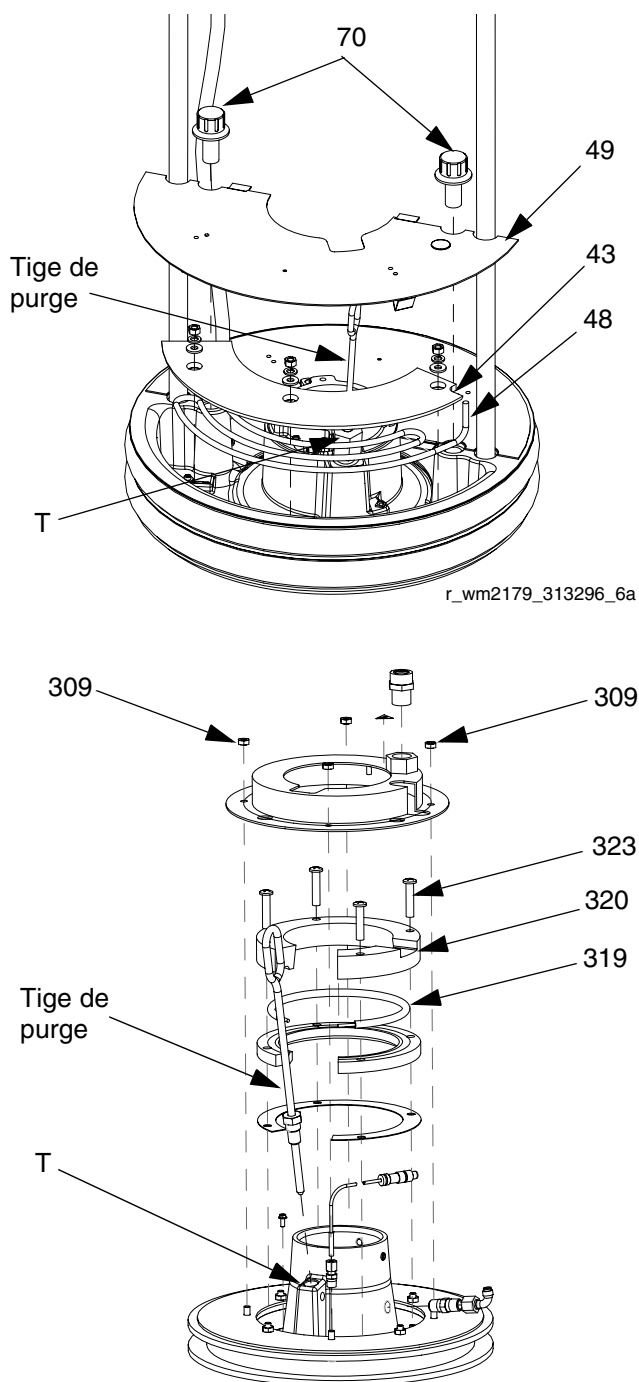

FIG. 30 : Dépose des couvercles de cylindre et des réchauffeurs
4. Retirez la tige de purge du cylindre. Poussez la tige de purge à l'intérieur de l'orifice de purge (T) afin de retirer tout résidu de produit. Consultez la FIG. 30.
5. Retirez les couvercles de cylindre. Consultez la FIG. 30.
- a. Retirez les fixations de couvercle de cylindre (70) ou les écrous (309).
- b. *Dans le cas d'un cylindre de 200 litres (55 gallons) (systèmes d'alimentation D200 de 76,2 mm (3 po.) et D200s de 165,1 mm (6,5 po.) :* retirez les couvercles de cylindre (49) et le câble de mise à la terre du cylindre.
6. Retirez tout excès de fluide. Utilisez une brosse métallique souple sur les bobines de réchauffeur (48) ou le réchauffeur (319). Consultez la FIG. 30.
7. Inspectez les blocs de réchauffeur de cylindre (43 ou 320) ou le réchauffeur (48 ou 319) à la recherche de traces éventuelles de brûlure ou de produit chauffé. Remplacez les blocs de réchauffeur de cylindre ou le réchauffeur si cela est nécessaire. Consultez la FIG. 30.